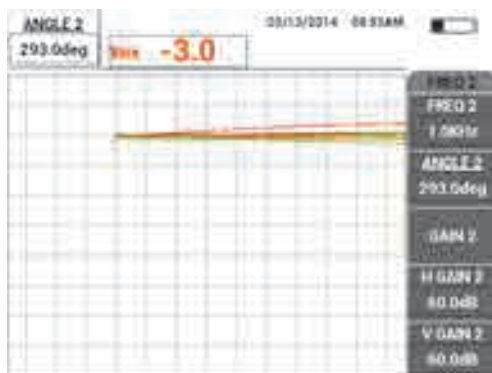

Рис. 5-100 Настройка угла сигнала отрыва для частоты 2
5. Продолжая аккуратно постукивать преобразователем по поверхности образца в точке 1, дважды нажмите клавишу ANGLE (), чтобы открыть параметр ANGLE 2 (Угол 2); настройте угол сигнала отрыва для частоты 2, так чтобы он тоже был направлен в правую часть экрана, накладываясь на сигнал частоты 1 (см. Рис. 5-100 на стр. 204).